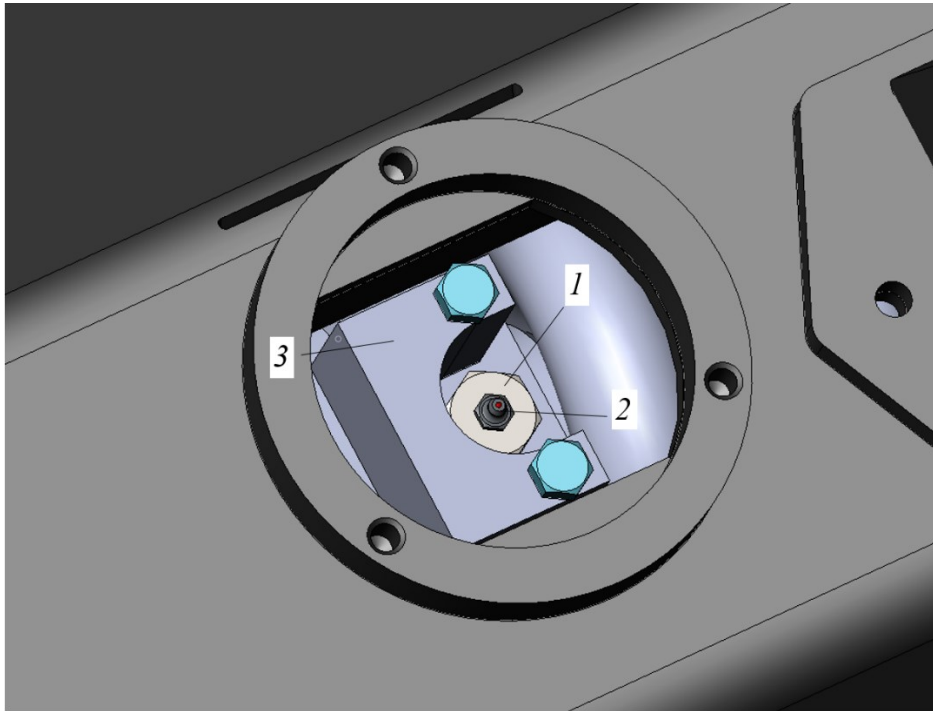

Рисунок 5.103. Место расположения пресс-маслёнки для натяжения гусеницы
Натяжение гусениц происходит за счет перемещения поршня при заполнении внутренней полости консистентной смазкой через пресс-масленку 2, рис. 5.103 рычажно-плунжерным шприцем.
- ▶ Предварительно вывернуть пресс-масленку 2, рис. 5.103 на 1-2 оборота.
Для исключения возможных травмоопасных ситуаций запрещается при ослаблении гусеницы полностью выворачивать пресс-масленку 2, рис. 5.103 так как при этом может произойти срыв резьбы клапана и выброс смазки под большим давлением.
- ▶ Вернуть резьбовой частью удлинитель рычажно-плунжерного шприца в пресс-масленку 2, рис. 5.103.
- ▶ Вывернуть шприц, закрыть пресс-масленку 2 пылезащитным колпачком 1, рис. 5.103.
Для ослабления натяжения гусеницы необходимо вывернуть пресс-масленку 2, рис. 5.103 не более чем на 2 оборота, лишняя смазка выдавится из-под клапана через резьбу за счет избыточного давления в гидроцилиндре, натяжение с гусеницы будет снято. Визуально гусеница провиснет на тележке в области поддерживающих катков.